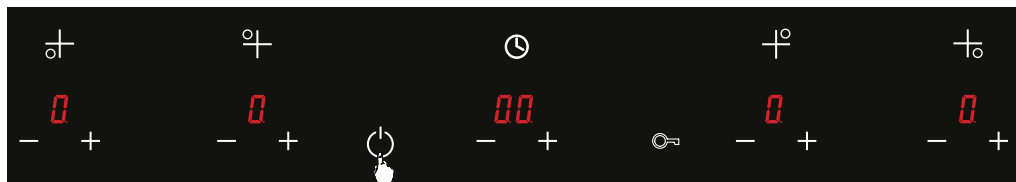

Afbeelding 42
2. U kunt het temperatuurniveau instellen tussen 1 en 9 door te drukken op de  en  toetsen van de relevante kookplaat. Het  symbool verschijnt op alle andere schermen. Het licht van de geselecteerde kookplaat is feller. De selectie-instelling is 10 seconden. Als het temperatuurniveau niet is ingesteld op de relevante kookplaat wordt de selectie automatisch geannuleerd met een “geluidssignaal”. (Zie afb. 42)